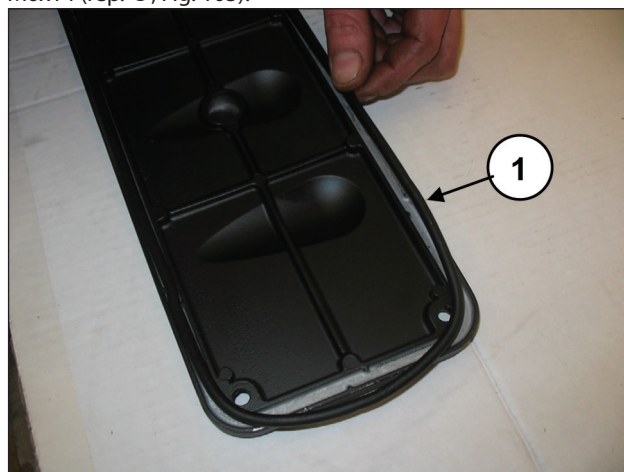
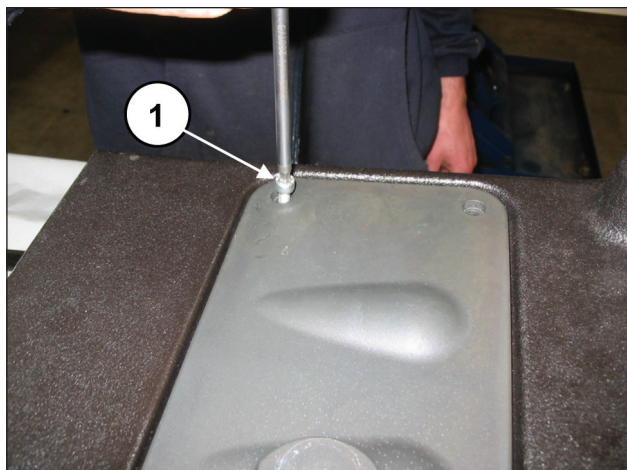

Fig. 102
Fig. 103
Sur les deux couvercles d'inspection, insérer le joint torique (rep. ①, Fig. 102) et monter les couvercles à l'aide de 4+4 vis M6x14 (rep. ①, Fig. 103).